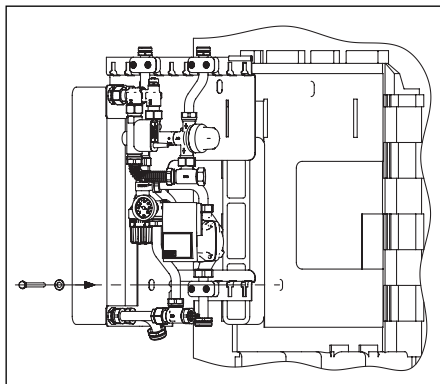

Fig. 12 Montage de la station d'eau potable
- Accrocher la station d'eau potable au support de fixation (fig. 12/13.)